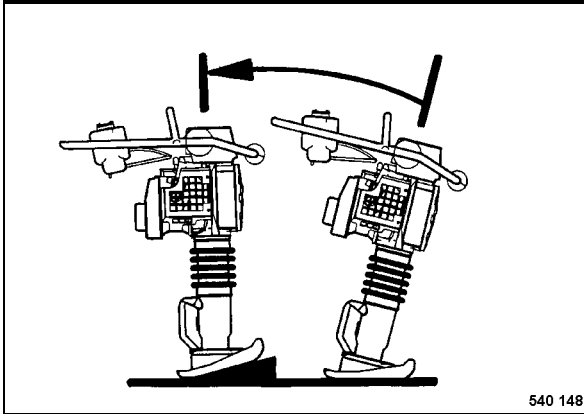

Fig. 29
- Colocar la apisonadora (Fig. 29) en posición vertical y socalarla de forma segura.